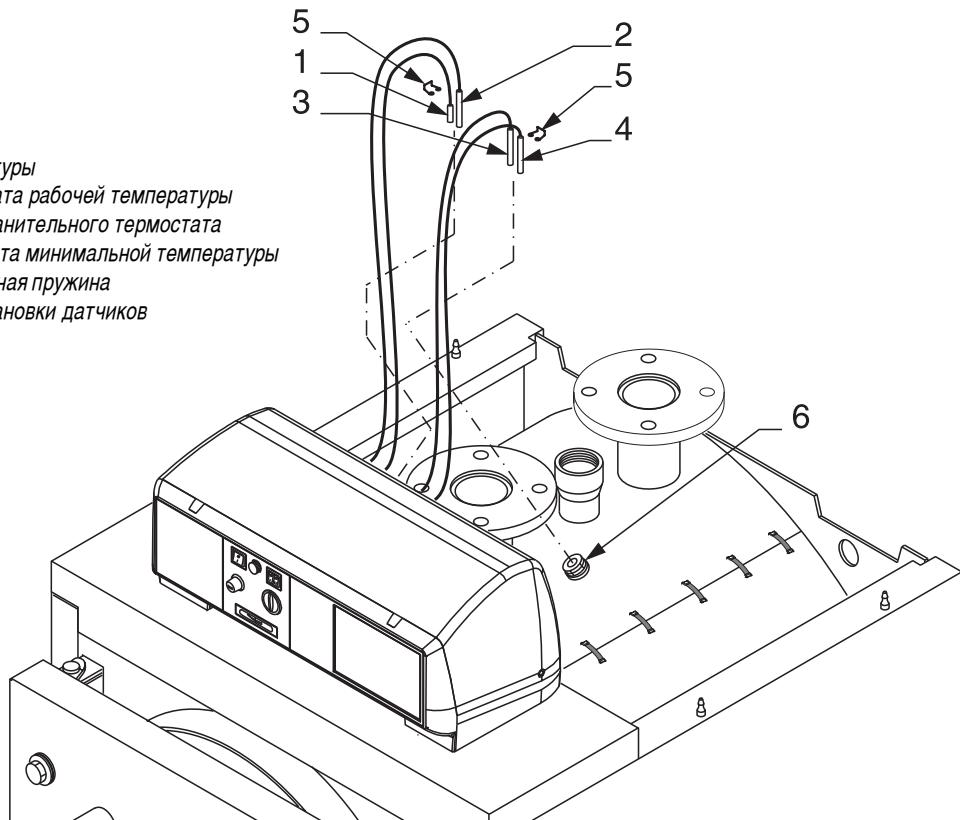

рис. 30
- G) Вставить датчики приборов в манжеты, как показано на рис. 30 и подключить пульт управления к электропитанию, к горелке, насосам, и т.д. Закрыть крышку панели управления. Провести кабель горелки через зажимную панель проводов (поз. 9) со стороны его выхода и зафиксировать кабель при помощи прилагаемого хомута. Зафиксировать маленькие панели (поз. 9) на боковых панелях обшивки. С обратной стороны котла аккуратно соединить выходящие электрические кабели в связку при помощи прилагаемого зажима.
- F) Вставить датчики приборов в манжеты, как показано на рис. 30 и подключить пульт управления к электропитанию, к горелке, насосам, и т.д. Закрыть крышку панели управления.